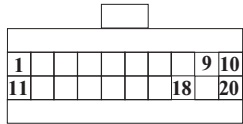

Рис. 5
**Внимание!** Если на автомобиле не установлен иммобилайзер АПС-4, то необходимо ввести переключатель между контактами 9 и 18 в разъем для подключения блока иммобилайзера, расположенного под панелью приборов рядом с контроллером впрыска. Внешний вид разъема приведен на рис. 5.